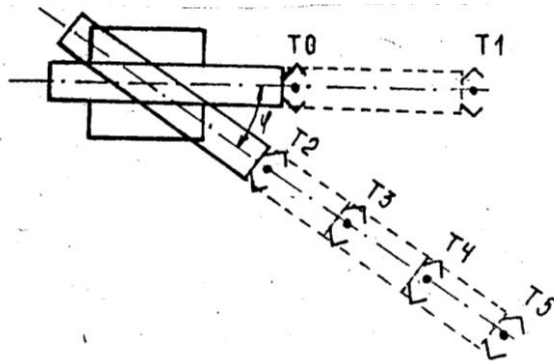

Рис. 2.1. План-схема роботи робота ПМР 0,5-254КПВ
Промисловий мініробот ПМР-0,5-254КПВ (рис. 2.1) виконує складальні і завантажувально-розвантажувальні операції – захоплення заготовки, транспортування в зону складання (обробки) і (або) видалення із зони складання (обробки) готової деталі.
7. Виконати рисунок план-схеми роботи робота (рис. 2.1) і побудувати циклограму його роботи.